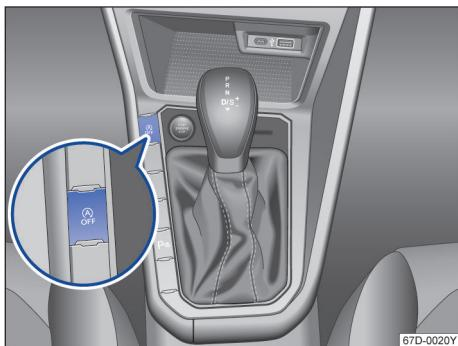

图 91 启停系统按钮
- 按两次按钮 → 图 91。
- 按下按钮 → 图 91。